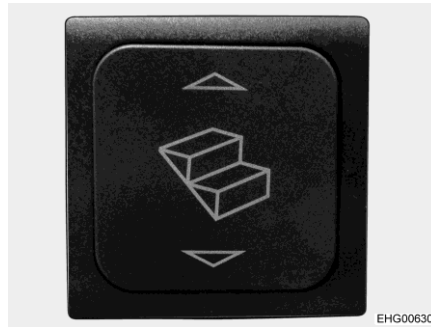

Bild 1 Vippkontakt fotsteg
- Köra ut:* ■ Tryck nedtill på vippkontakten (Bild 1) tills fotsteget har körts ut helt.
- Köra in:* ■ Tryck upptill på vippkontakten (Bild 1) tills fotsteget har körts in helt.